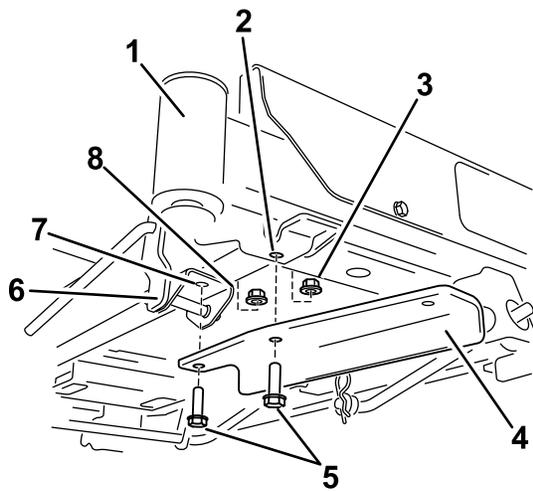

Figure 7
- Pour les machines avec pédale d'aide au levage, retirez les fixations avant du support de pédale et fixez le support au moyen de 2 boulons et 2 contre-écrous (Figure 7).